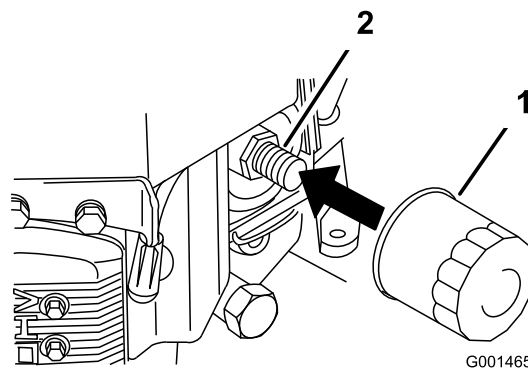

Figure 26
2. Retirez le filtre usagé (Figure 26).
3. Appliquez une fine couche d'huile neuve sur le joint en caoutchouc du filtre de rechange (Figure 26).
4. Posez le filtre à huile de rechange sur l'adaptateur, tournez le filtre dans le sens horaire jusqu'à ce que le joint en caoutchouc touche l'adaptateur, puis serrez le filtre de 3/4 de tour supplémentaire (Figure 26).